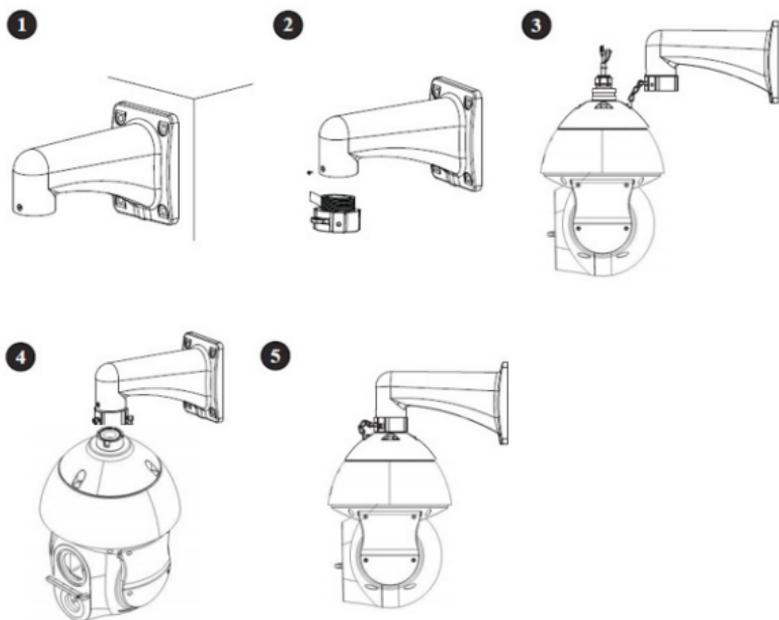

图3-2 壁装式安装示意图
1. 在安装墙壁上打孔, 固定膨胀螺钉, 拧紧六角螺帽, 如图3-2①所示。
2. 将快装接头旋入壁挂支架, 并用不锈钢螺钉固定, 如图3-2②所示。
3. 扣入保险扣, 连接线缆, 并用绝缘胶带做好防水事宜, 如图3-2③所示。
4. 将线缆伸入壁挂支架内, 用不锈钢螺钉将球机固定到支架上, 如图 3-2④所示。
5. 检查球机是否安装牢固, 完成整机安装, 如图3-2⑤所示。